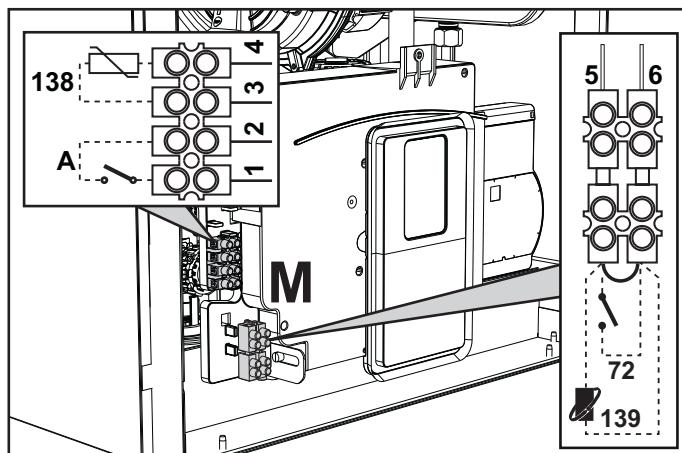
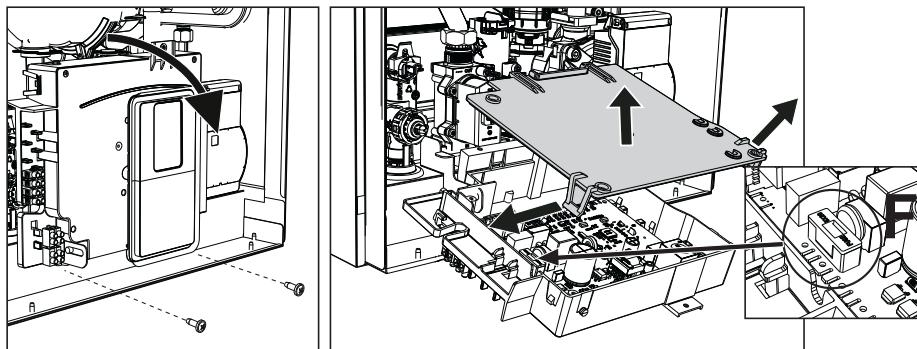

fig. 28
fig. 29
Después de quitar el panel frontal (*** 'Apertura del panel frontal' on page 97 ***) es posible acceder a las borneras (M) y al fusible (F) como se indica a continuación (fig. 28 y fig. 29). **Los bornes indicados en la fig. 28 deben tener contactos secos (no 230 V)**. La posición de los bornes para las diferentes conexiones también se ilustra en el esquema eléctrico de la fig. 67.
Configuración del interruptor ON/OFF (A, fig. 28)